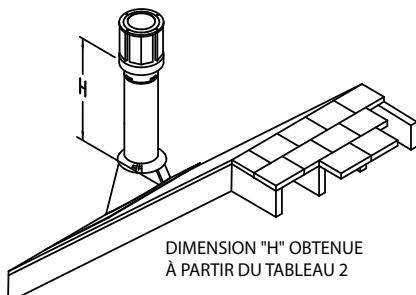

Figure 17
Étape 8. Continuer à ajouter des sections de tuyau jusqu'à ce que la hauteur du système (avant d'ajouter le chapeau) respecte les exigences minimales du code du bâtiment tel que décrit dans le (**tableau 3 et la Fig. 17**). Noter que pour les toits à forte pente, la hauteur de l'évent doit être augmentée. Dans des conditions de vents forts, les arbres à proximité, des toits voisins, des toits à forte pente et d'autres facteurs similaires peuvent entraîner un mauvais tirage, ou un tirage descendant. Dans ces cas, augmenter la